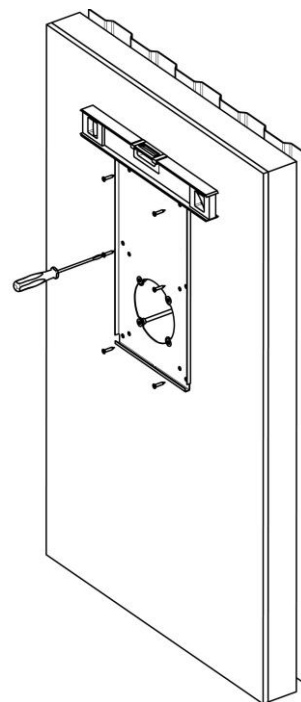

Рис. 22
- Установите монтажную пластину на внутреннюю сторону стены, пропустив шпильки в канал. Кабель разместите в специальном пазу на монтажной пластине. Совместите отверстие монтажной пластины с каналом. Монтажную пластину выровняйте горизонтально с помощью строительного уровня и закрепите саморезами, см. Рис. 22